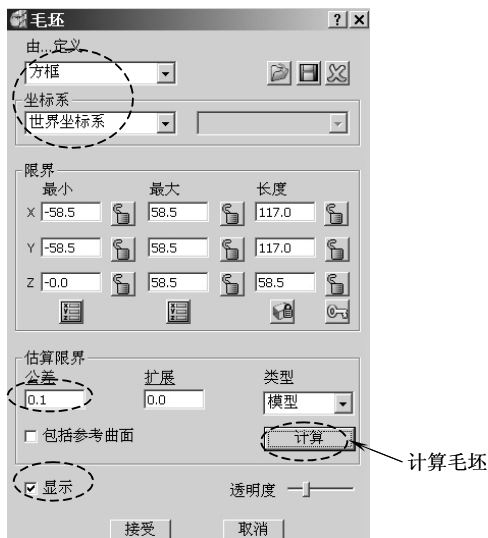
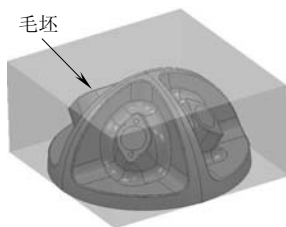

图 10-9 设置毛坯参数
图 10-10 创建的方坯
- 1) 创建毛坯：在 PowerMILL 综合工具栏中单击创建毛坯按钮, 打开“毛坯”表格，勾选“显示”选项，然后单击“计算”按钮，如图 10-9 所示，创建出方形毛坯，如图 10-10